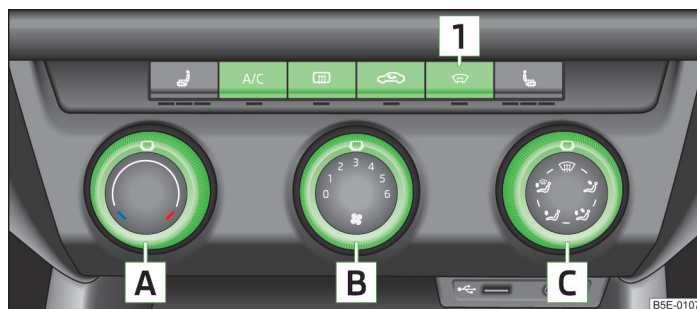

Fig. 108 Climatiseur : Organes de commande
- ✓ A/C » fig. 108 à la page 105 activé.
Fonctions de chaque organe de commande » fig. 108 :
Le mode recyclage de l'air ambiant se désactive automatiquement lorsqu'on place le régulateur de répartition de l'air  » fig. 108 à la page 105 sur la position . Un actionnement répété de la touche de symbole  permet de réactiver le recyclage de l'air intérieur également dans cette position.